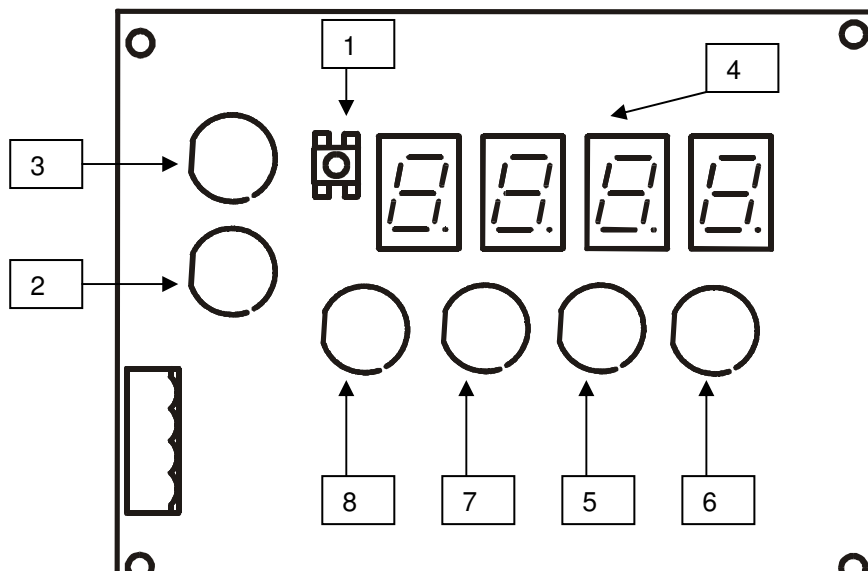

Bild 5-2 Bedienelemente zur Parametrierung
- Taste „Reset“ (Bild 5-2/1) drücken. Die 7-Segment-Anzeige zeigt für 1 Sekunde die Versionsnummer der Software und dann 1V1T an.
- Taste „Mode“ (Bild 5-2/8) drücken, um in den Parametermode zu gelangen. Die Darstellungsweise der 7-Segment-Anzeige ist jetzt verändert. Die erste Stelle ist für die Anzeige der Parameternummer und, durch einen Punkt getrennt, die restlichen drei Stellen für die Anzeige des Parameterinhalts vorgesehen.
- Erst nach Drücken der Taste „Freigabe“ (Bild 5-2/6) wird auch der Parameterinhalt dargestellt.
- Der Parameterinhalt kann jetzt mit den Tasten „Auf“ und „Ab“ (Bild 5-2/7,5) geändert werden.